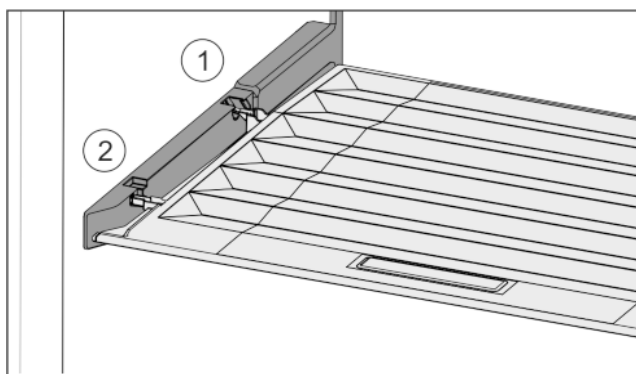

Fig. 36
- ▶ Ramiona pokrywy wprowadzić ponad otworem tylnego uchwyty Fig. 36 (1) i zazębnić z przodu w uchwycie Fig. 36 (2).